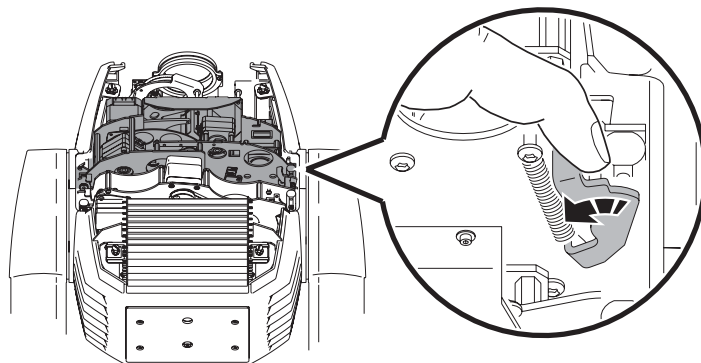

Bild 19: Verriegelungen des Gobomoduls
7. Entriegeln Sie das Gobomodul, indem Sie beide Riegel nach innen drücken (Bild 19). Ziehen Sie das